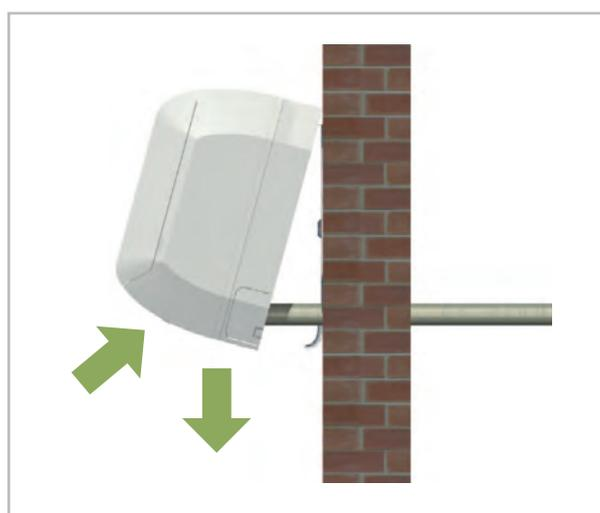

Fig. 27: Orientation horizontale
5. ➤ Vérifiez une nouvelle fois l'alignement horizontal de l'appareil. (Voir la Fig. 27)